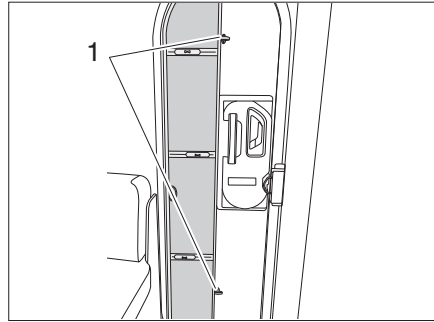

Fig. 41 Puerta mosquitera, plegada
- Girar el pestillo (Fig. 41,1) un cuarto de vuelta.
- Presionar la puerta mosquitera contra la puerta de entrada y girar el pestillo (Fig. 41,1) un cuarto de vuelta.